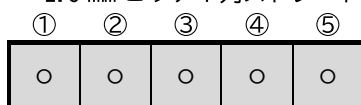

図2 I/F-1 仕様 (top view)
- I/F-1の各ピンよりデジタル信号 (HIGHまたはLOWレベル) が出力される回路 (図2参照)
- 回路を、部品 (C) を用いて製作する。
接続用ケーブルー 1	入力回路 I/F-1 用(入力回路の電源供給・出力信号) 図2 参照